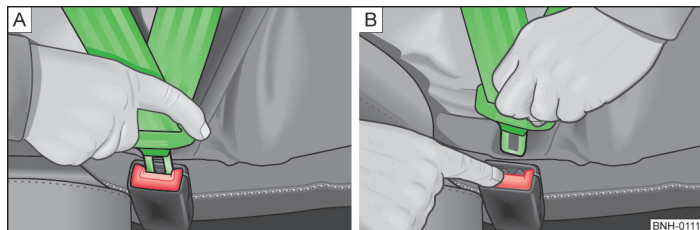

Fig. 151 Bouclage/débouclage des ceintures de sécurité
- Engagez la languette dans la boucle du siège correspondant » fig. 151 – [A] jusqu'à ce qu'elle s'enclenche de façon audible.
- Appuyez sur la touche rouge de la boucle » fig. 151 – [B], la languette est éjectée.